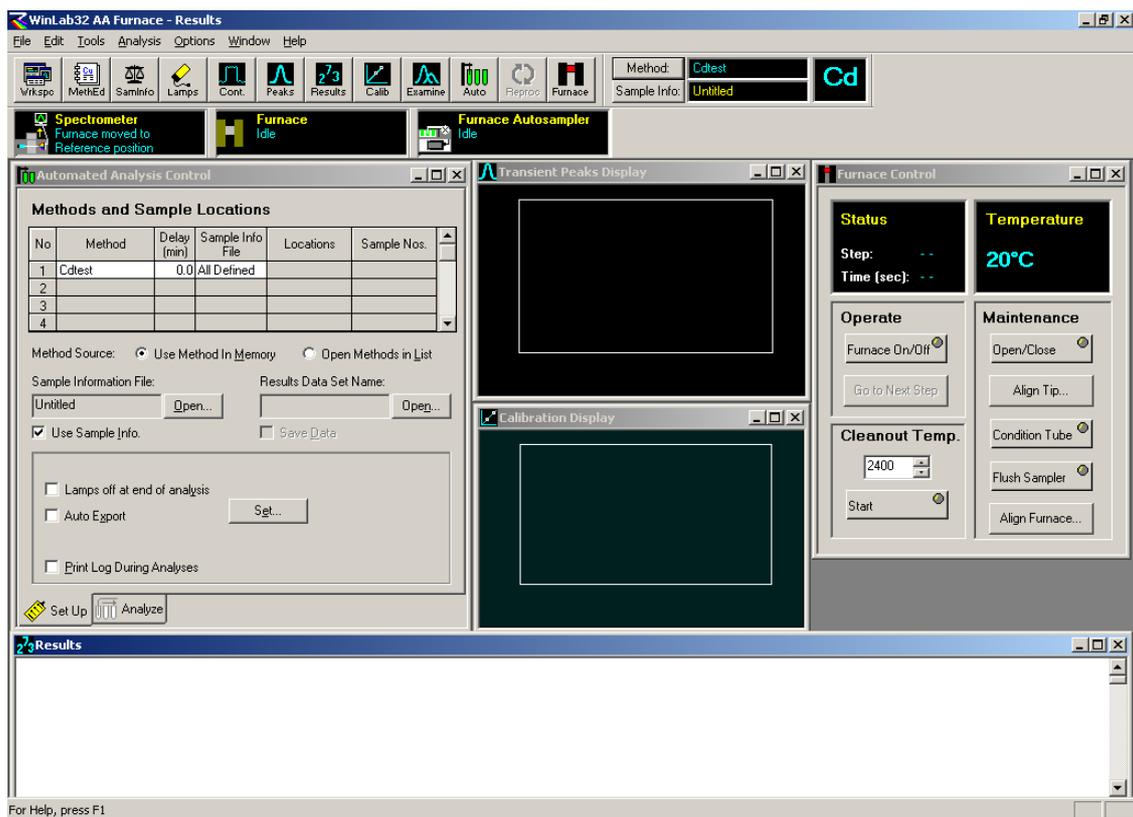

图 44. 常用的石墨炉原子吸收全自动测定工作桌面
2.5.2 调出工作桌面(Work Space),如图 44;